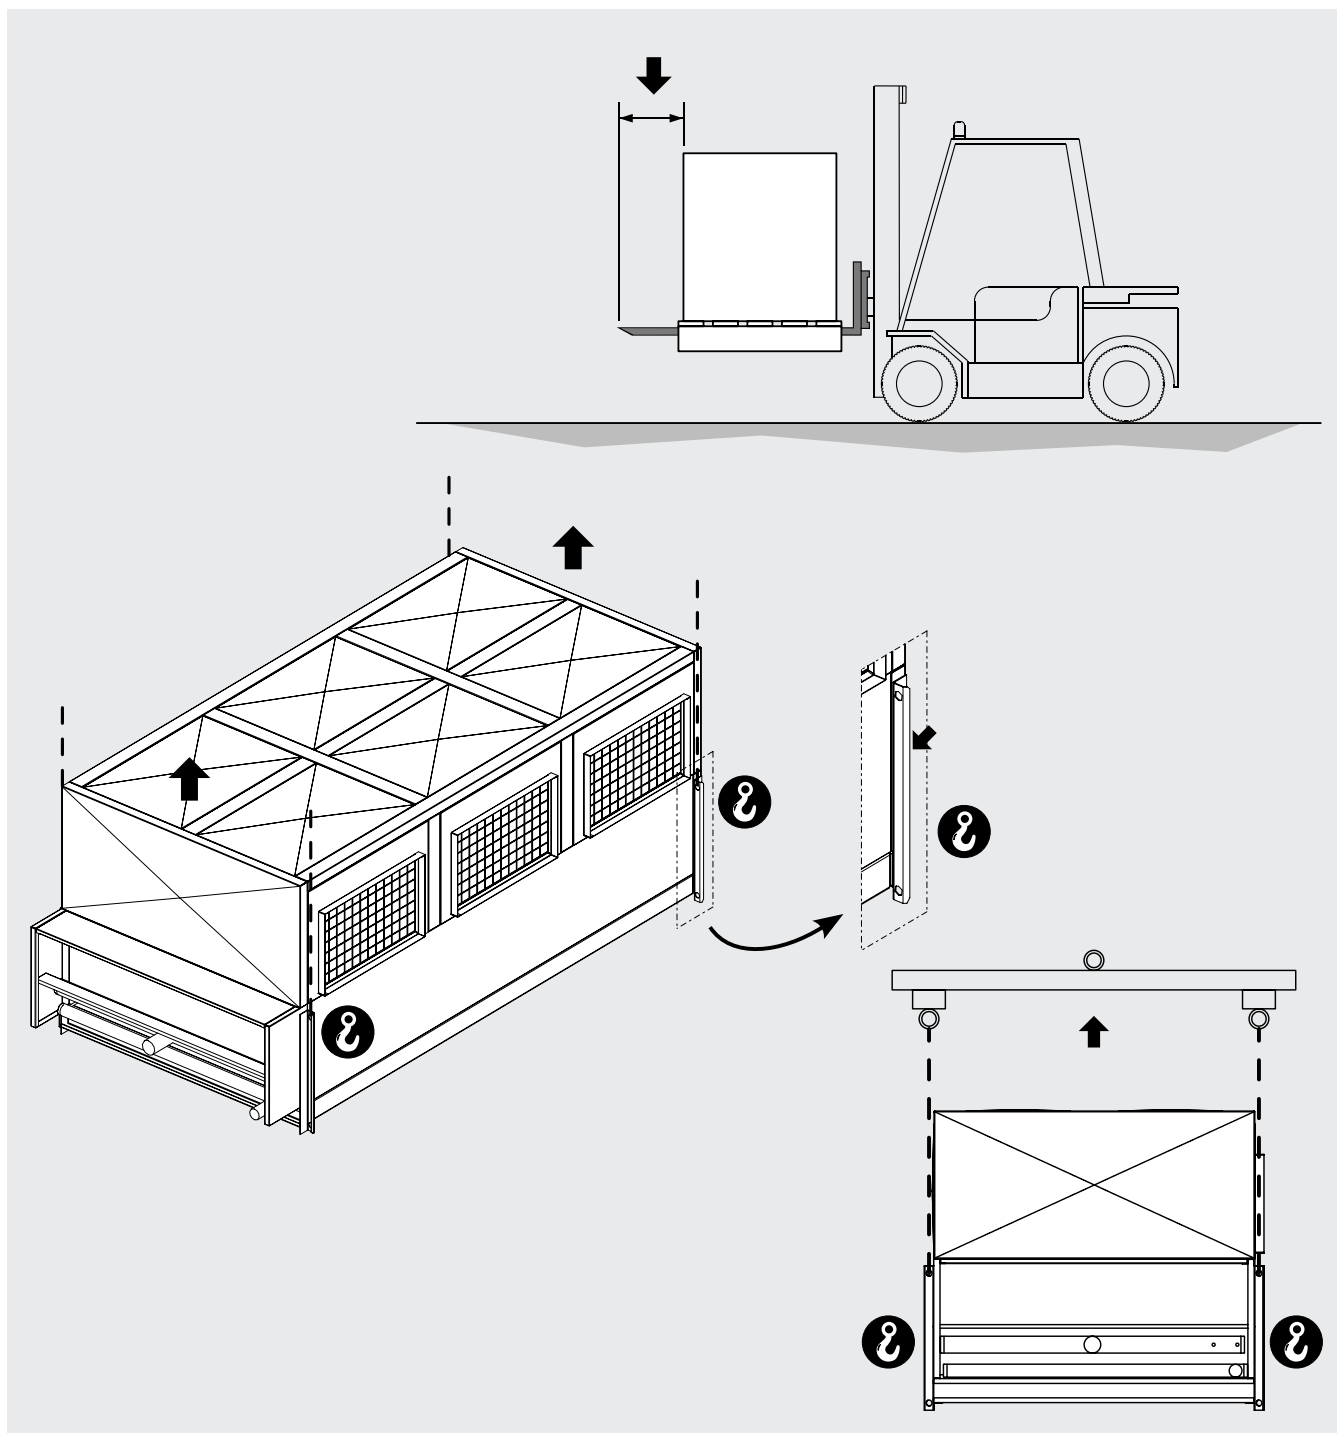

Figura 3
- 5.2 Il modello imballato deve essere spostato da personale qualificato mediante carrello elevatore di portata adeguata, oppure con la gru e/o carro ponte (v. Sez. 7). Le forche di sollevamento devono avere lunghezza superiore alla profondità dell'imballaggio e/o del modello. Evitare qualsiasi movimento brusco e non sostare in prossimità dell'area di manovra. Assicurare sempre i modelli agli organi di sollevamento prima di procedere con le operazioni di movimentazione. Un grosso urto o una forte spinta possono capovolgere il modello. Si osservi la Figura 3.
- 5.11.4 Sollevare il modello disimballato assicurandolo alle staffe di sollevamento laterali. Si osservi la Figura 3. Non transitare o sostare sotto un carico sospeso: pericolo di schiacciamento. Utilizzare cavalletti o altre strutture di supporto.